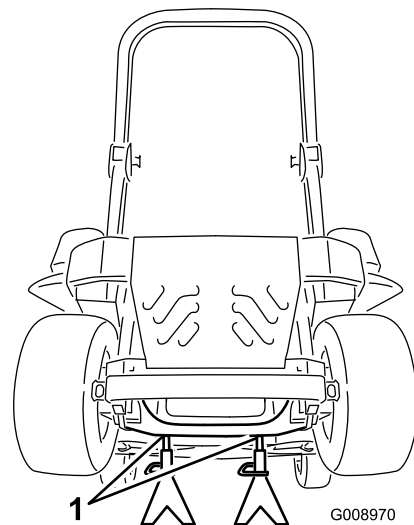

Figure 82
3. Soulevez la machine sur des chandelles (Figure 82).
9. Retirez les chandelles et abaissez la machine (Figure 82).